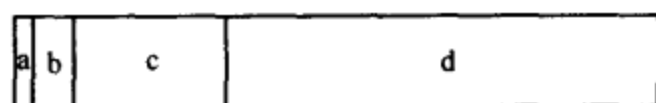

图 2
2. 纯铁在 800℃ 长时间渗碳后（碳气氛为 1.5% C），缓慢冷却至室温的组织组成物如图 2 所示，表层 a 为 ____，b 为 ____，c 为 ____，d 为 ____。